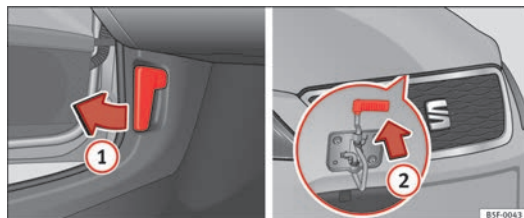

Fig. 107 Palanca de desbloqueo el espacio reposapiés del conductor y leva bajo el capó
- Tire de la palanca que hay por debajo del tablero de instrumentos en la dirección de la flecha ① ⇒ fig. 107.
- Haga presión hacia arriba sobre el saliente situado debajo del capó ⇒ fig. 107 ②. Al hacerlo, el gancho de sujeción queda desbloqueado.